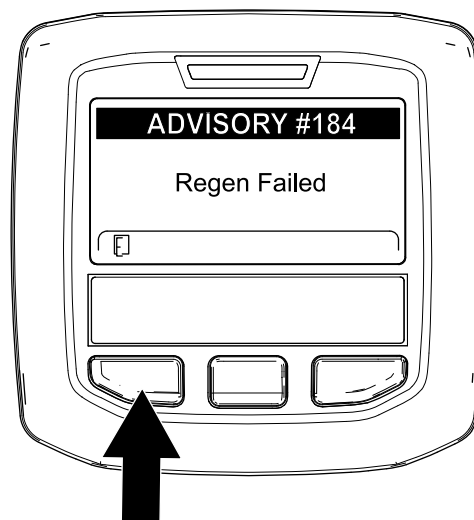

Bild 70
**Hinweis:** Wenn die Regenerierung nicht abgeschlossen wird, wird im InfoCenter „Advisory #184“ (Bild 70) angezeigt. Drücken Sie die linke Taste, um den Homebildschirm anzuzeigen.